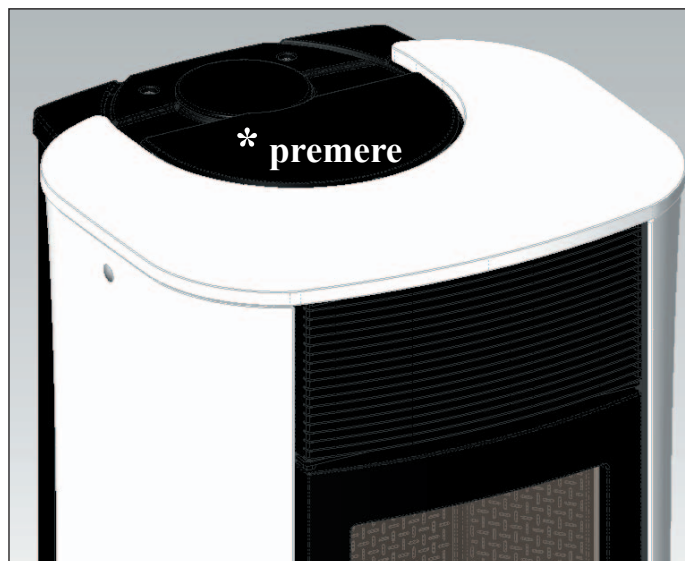

fig. 1
- Applicare la staffetta fissaggio copricanna (A - fig. 1) mediante viti 4.2x6,5 in dotazione sulle due chiusure in lamiera (A1 - fig. 1) nei fori previsti.